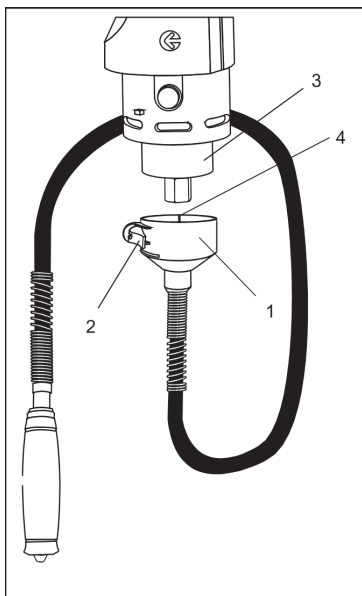

Рис. 5
2. При установке гибкого вала на основной инструмент, откройте фиксатор 2 (Рис. 5), поместите фиксирующую платформу 1 (Рис. 5) на основание 3 (Рис. 5), закройте фиксатор 2 (Рис. 5)